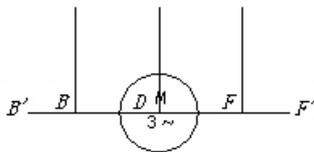

图 11-61 绘制直线
(1) 平移图形。单击“修改”工具栏中的“移动”按钮, 开启“对象捕捉”模式，选择交流电动机的图形符号为平移对象，按 Enter 键，捕捉圆心作为移动的基点，捕捉导线的端点 D 作为插入点。
(2) 绘制直线。单击“绘图”工具栏中的“直线”按钮, 开启“正交模式”，在水平方向上分别绘制直线 DB'和 DF', 长度均为 25mm, 绘制结果如图 11-61 所示。